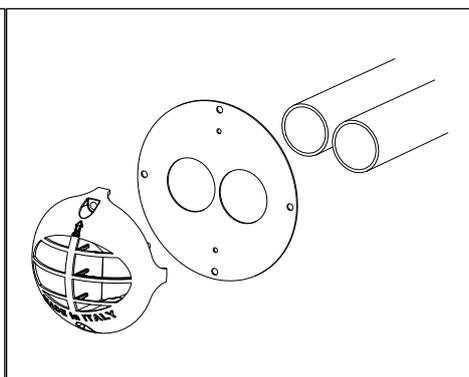

Fig. 20
- Se le tubazioni di diametro 35 mm corrono parallelamente usare il terminale di aspirazione/scarico standard (Fig. 20).